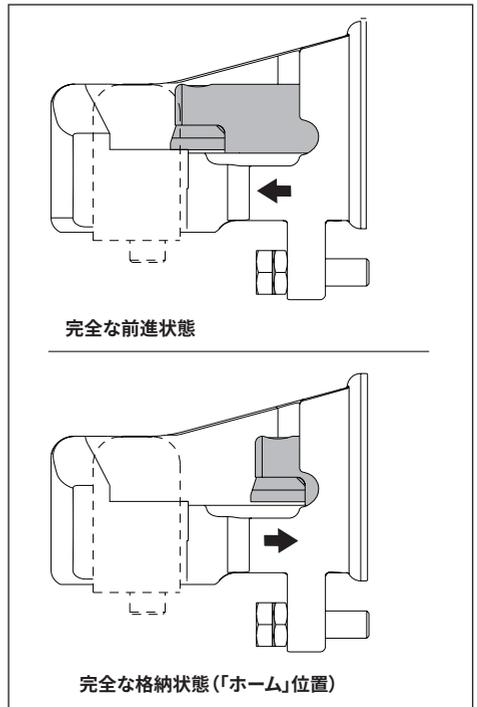

図8:ピストンの位置(上面図)
材料をCuttingヘッド内に配置する際は、ピストンと可動ブレードが完全に格納された「ホーム」位置になるようにしてください。図8を参照してください。
2. ピストンが「ホーム」(完全に格納された状態)位置であることを確認します。図8を参照してください。